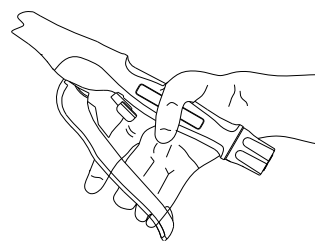

Рисунок 6
6. Снимите предохранитель (рис. 6) и крепко сдавите подвижную ручку (рис. 6), чтобы выполнить сшивание. При сшивании слышен отчетливый щелчок и ощущается рывок.